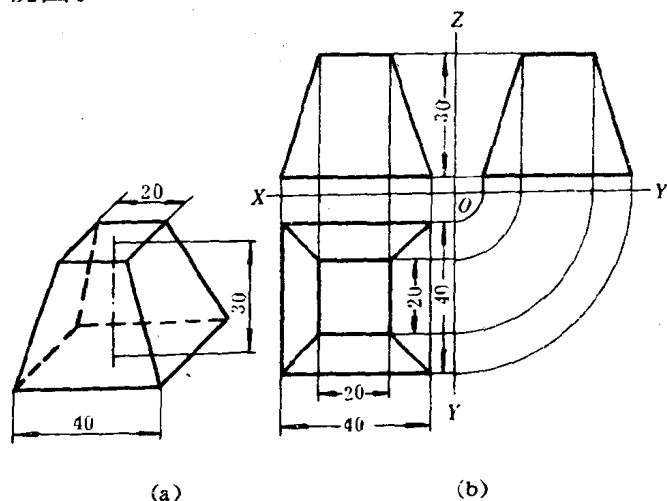

图 1-9
例 4 已知上底面边长为 20 毫米,下底面边长为 40 毫米,高为 30 毫米的正四棱台[图 1-9(a)],画出它的三视图。
5. 用轮廓线成型,并标注好尺寸,如图 1-9(b)。